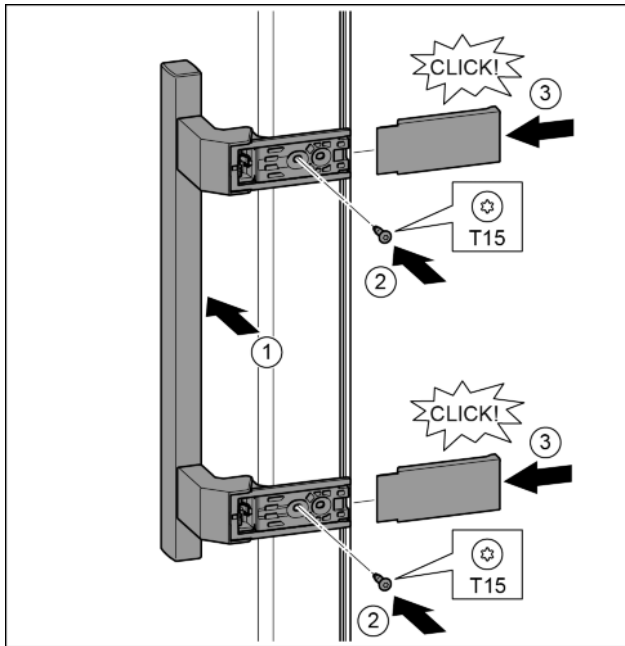

Fig. 34
- ▶ Griff auf der Gegenseite ansetzen. Fig. 34 (1)
- ▶ Schrauben mit Schraubendreher T15 festschrauben. Fig. 34 (2)
- ▶ Abdeckungen seitlich ansetzen und aufschieben. Fig. 34 (3)